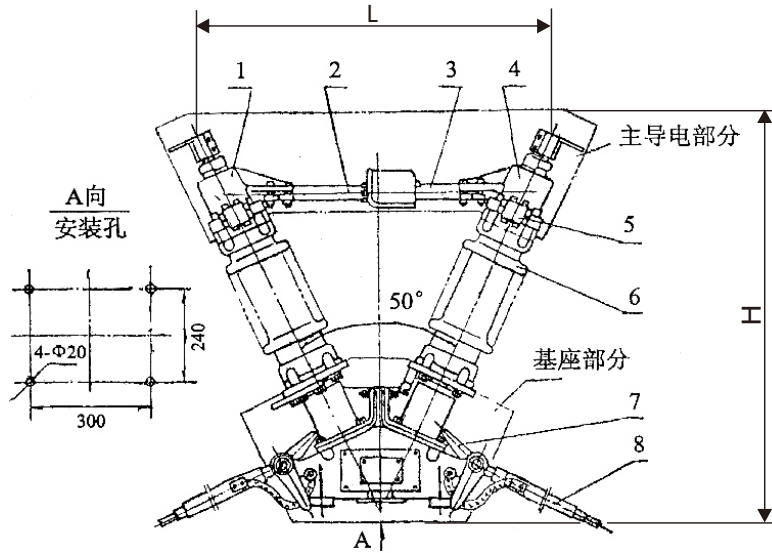

图1 开关 (双接地型)
5.1 开关 (见图1)
5.1.3 主导电部分 (见图1)